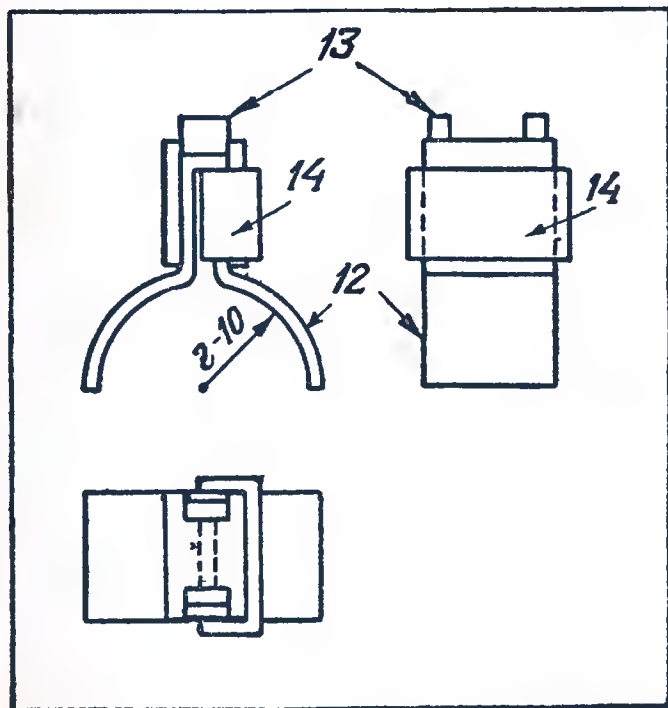
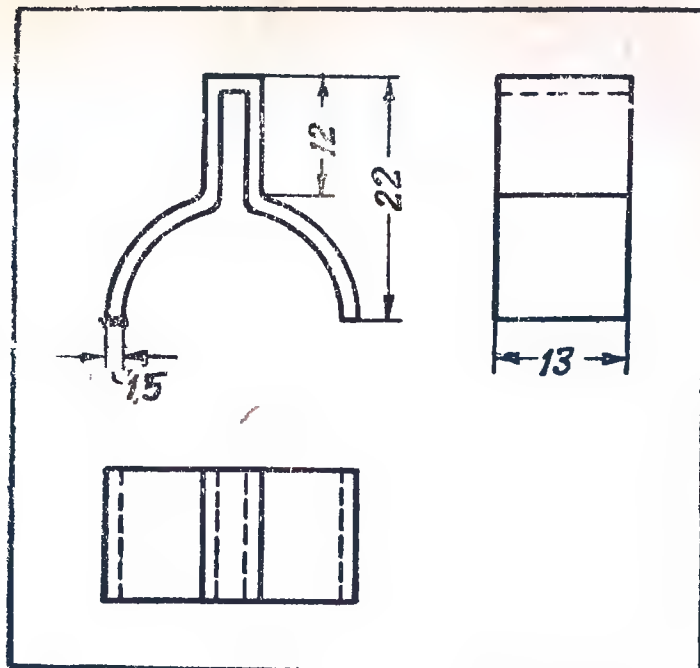
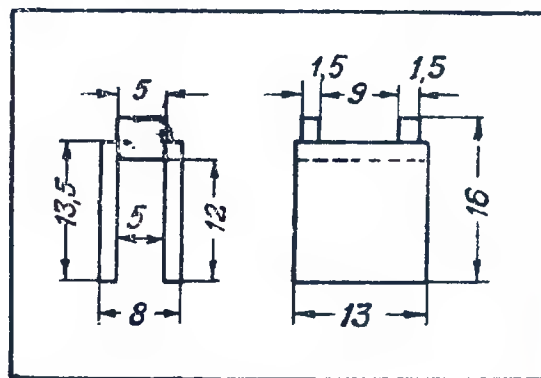
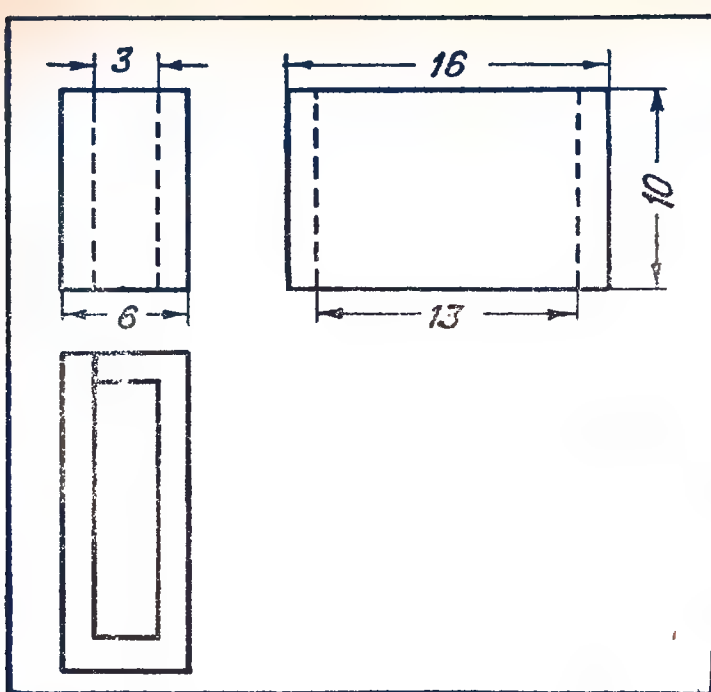

Рис. 12. Полюсный башмак в собранном виде
Рис. 13. Скоба полюсного башмака
Рис. 14. Хомутик полюсного башмака
Рис. 15. Короткозамкнутый виток полюсного башмака
7. Полюсные башмаки (рис. 12) мотора состоят из трех частей: двух скоб (рис. 13 и 14) и короткозамкнутого витка (рис. 15).
Ушки у скобы (рис. 14) служат для крепления башмаков к статору. Скоба эта может быть изготовлена или из полоски железа 5 мм и согнута так, как показано на рис. 14, с соблюдением всех указанных размеров, или может быть просто выпилена из целого куска железа.
Вторая скоба делается из полосового железа 1,5 мм и изгибается так, как показано на рис. 13. Для получения радиуса 10 мм необходимо подо-
Короткозамкнутый виток (рис. 15) делается из полосовой красной меди толщиной 1,5 мм. Если такой не окажется, то можно спаять две или три пластинки вместе, но так, чтобы получилась нужная толщина — 1,5 мм. Затем полоске придается ширина 10 мм. Сгибается она, как показано на рис. 15. При загибании необходимо сделать или подобрать оправку 13 × 3 мм. Благодаря оправке виток получится правильной формы.
Когда виток будет готов, он слегка разгибается так, чтобы концы разошлись на 6 мм, после чего начинается сборка башмаков согласно рис. 12. Для этого скоба (рис. 14) надевается на скобу (рис. 13), а короткозамкнутый виток проходит через щель в скобе (рис. 13). После этого виток сжимается до соединения концов и стык этих концов пропаивается.